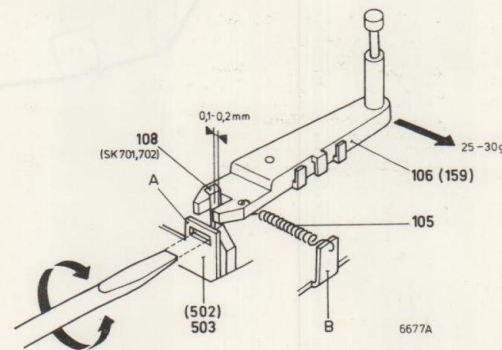

Fig. 12
D. INSTELLING VAN DE BANDSPANNINGSREGELING (Fig. 12)
- De afstand tussen het middenkontakt van schakelaar 108 en de zijkant van de sleuf in de bandspanningcomparator 106 (159) in de ruststand moet 0,1-0,2 mm zijn. Instellen door lip A te verbuigen.